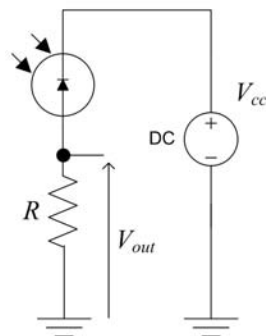

Fig.E2.1: フォトダイオード出力信号測定回路
- (a) データシートと Fig.E2.1 を参考にして、ブレッドボード上にフォトダイオード出力信号測定回路を構成する